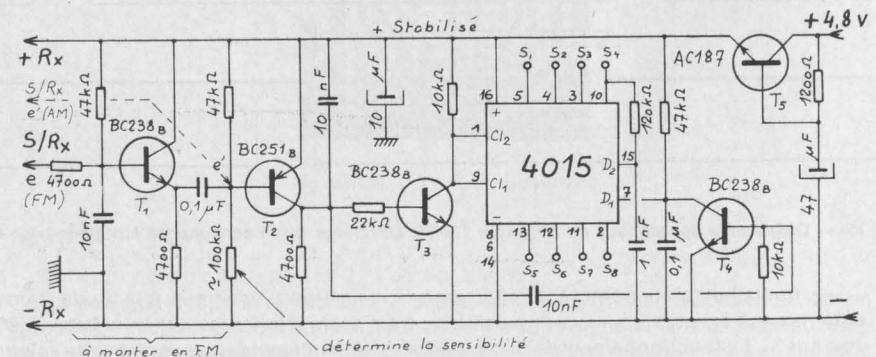

Fig. VIII-34. — Schéma du décodeur TF6.
#### a) Le schéma (Fig. VIII-34)
- Une cellule de filtrage électronique nécessitant en plus : 1 10  $\mu$ F tantale, 1 AC187 et 1 1200  $\Omega$ /4w. Cela pour éviter des interférences avec certains types de servo-mécanismes. Voir la fig. VIII-34.